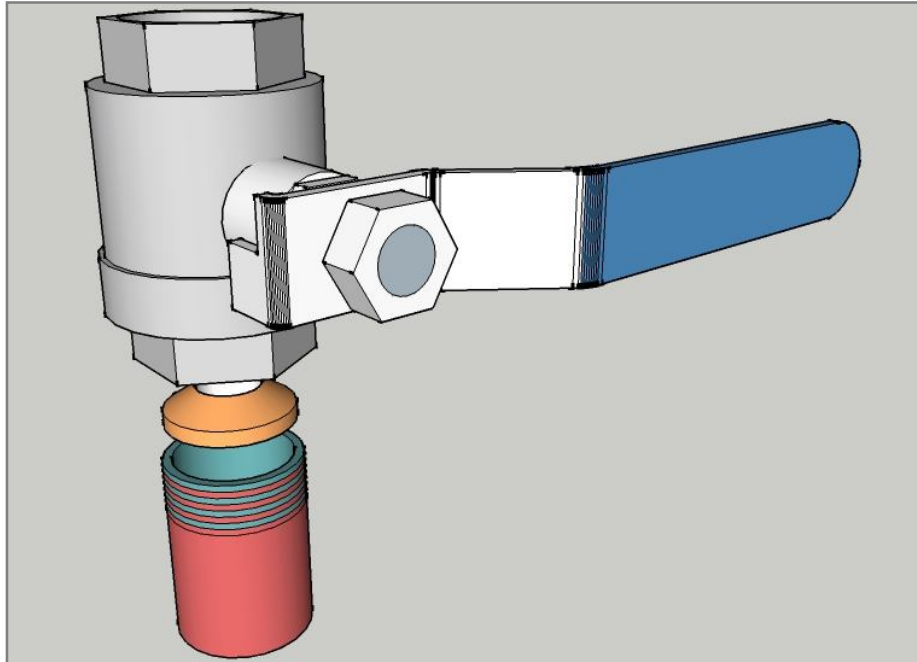

Figura 2
2.- El sello corto 7 mm se colocará en la parte inferior de la llave de **bola de 3/4**, con la conicidad hacia arriba como indica la figura 2.